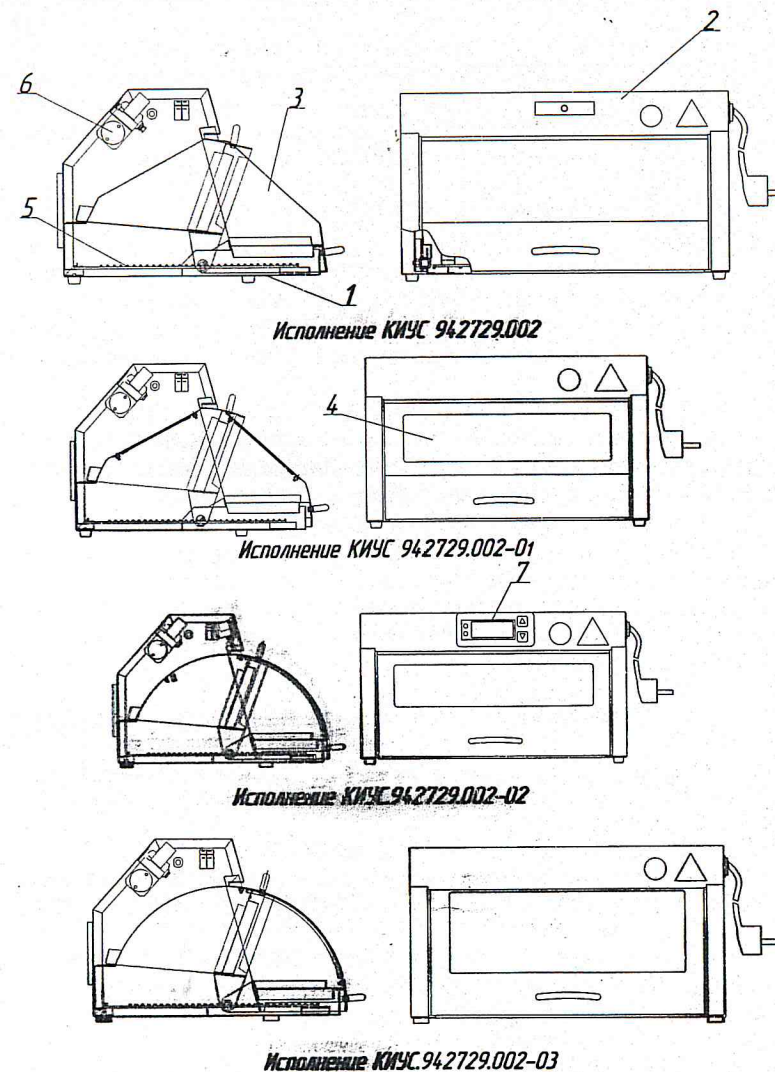

Рисунок 2 – Внешний вид камеры ультрафиолетовой для хранения стерильных инструментов «УФК-3».
1.4.3 Камера УФК-3 (см. рисунок 2) состоит из: